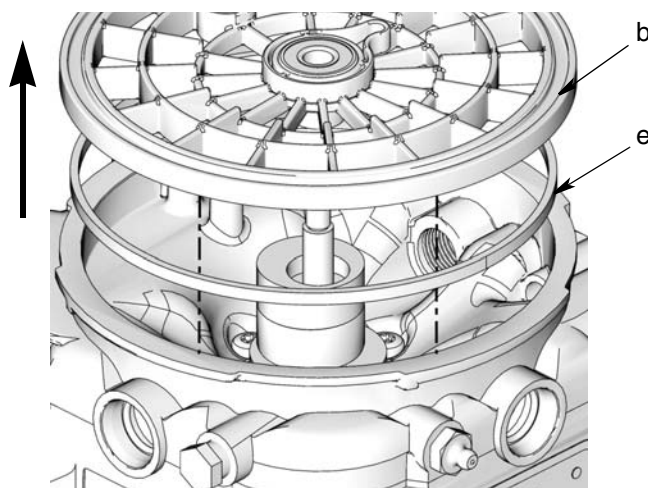

FIG. 6
4. Extraiga la junta tórica (e) situada debajo del plato aplastador (FIG. 6).